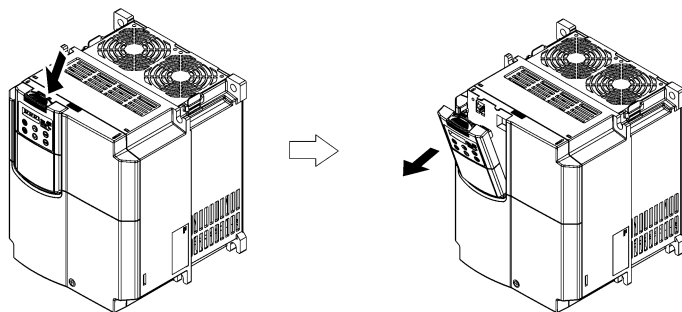
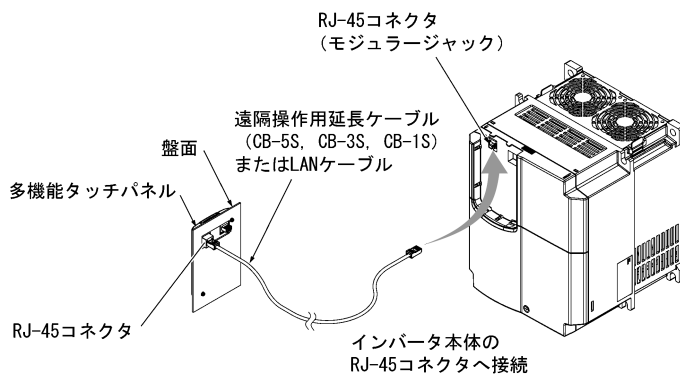

図 2.4 遠隔タッチパネルの取外し
図 2.8 多機能タッチパネル・インバータ本体への延長ケーブルまたは市販の LAN ケーブルの接続
- (3) 遠隔タッチパネルが装着されているインバータの場合は、遠隔タッチパネルを取り外し(図 2.4 を参照)、多機能タッチパネルの RJ-45 コネクタとインバータ本体の RJ-45 コネクタ (モジュージャック) に遠隔操作作用延長ケーブル (CB-5S, CB-3S, CB-1S) または市販の LAN ケーブル (ストレート) を接続します。(図 2.8)